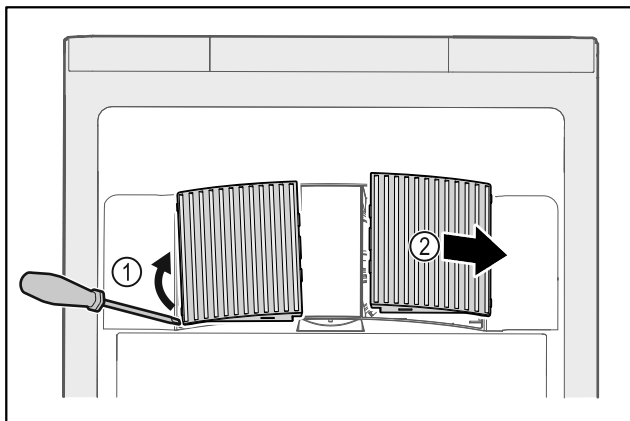

Fig. 141
- ▶ Осторожно подденьте крышки вентилятора сбоку Fig. 141 (1) и снимите их движением вперед Fig. 141 (2).